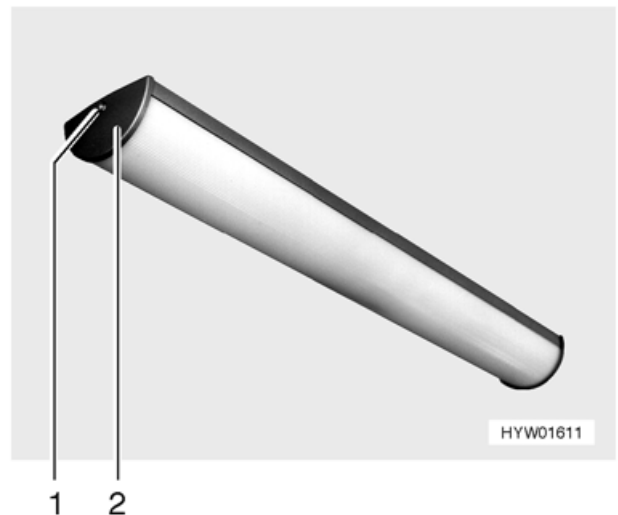

Bild 103 Wohnraumleuchte
- Schraube (Bild 103,1) herausdrehen und Abdeckung (Bild 103,2) abnehmen.